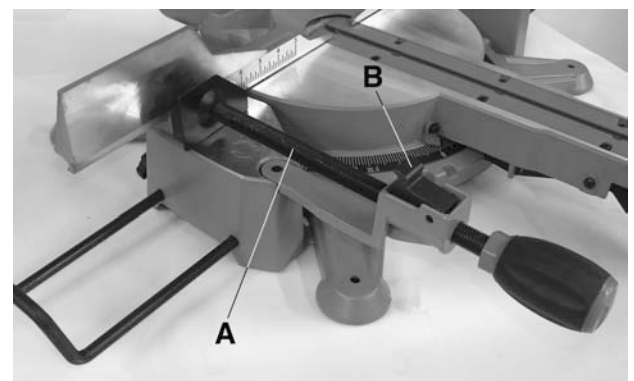

Figure 6
L'étau horizontal (A) Fig.6 peut être installé à deux positions à gauche ou à droite de la base de la table. Insérez la tige de pivotement de l'étau dans un des trous de montage dans la base tel qu'illustré. Pour ajuster la position de l'étau, tournez la poignée de l'étau ou utilisez le mode "rapide" en soulevant la demi-écrou (B) tel qu'illustré et ensuite en tirant ou poussant la poignée pour positionner l'étau. Repositionnez la demi-écrou en place sur la tige filetée pour verrouiller l'étau en place.